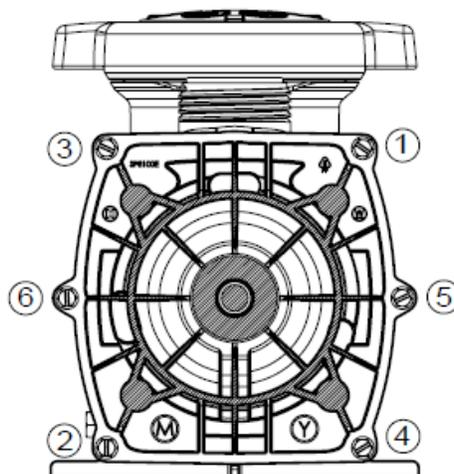

Figure 7.6-1
14. Fixez le tout au boîtier de la pompe/crépine (pièce n° 6) à l'aide des six boulons (pièce n° 14). (Assurez-vous que le joint d'étanchéité du boîtier (pièce n° 8) est bien en place et lubrifié. Remplacez-le s'il est endommagé.) Vissez les boulons en alternance et de façon uniforme jusqu'à 50-60 livres pouce, selon l'ordre de serrage des boulons du boîtier (Figure 7.6-1).